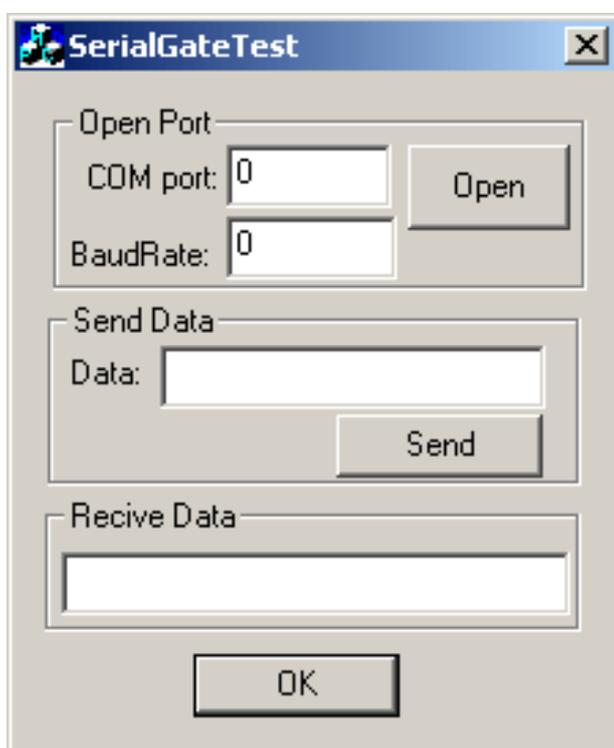

Рис. 82. Экранная форма приложения
2. Изменить внешний вид экранной формы приложения так, как показано на рис. 82.